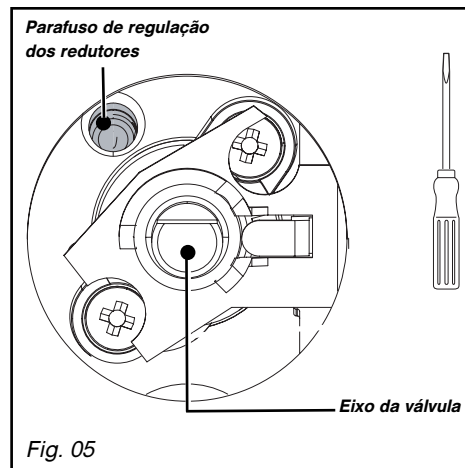

Fig. 05
- Com uma chave de fendas pequena, **aperte a fundo** o parafuso de regulação dos redutores de latão (amarelo) (Fig. 05), **no sentido dos ponteiros do relógio**.
- Com uma chave de fendas pequena, **desaperte** o parafuso de regulação dos redutores de latão (amarelo) (Fig. 05), **desaparafusando 2 voltas no sentido contrário ao dos ponteiros do relógio**.